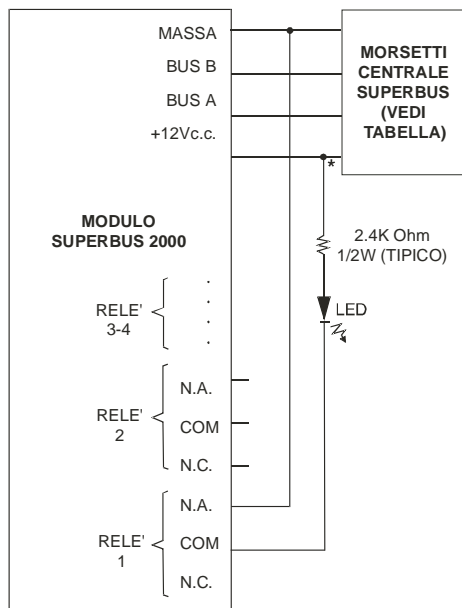

Figura 8: Collegamento indicatore LED al modulo HOM
2. Collegate il modulo HOM alla centrale. (Vedere tabella 2 e figura 8).